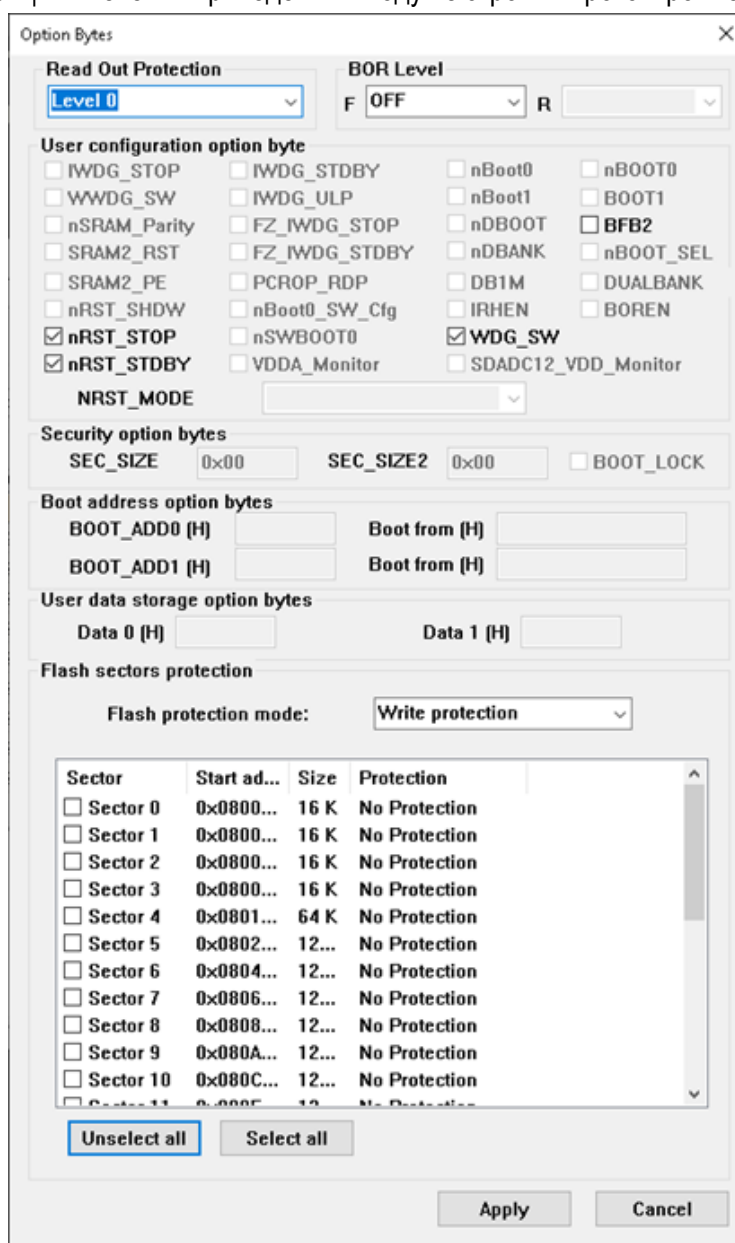

Рисунок 24
3.3.3 В окне программы зайдите в меню «Target > Option Byte» и выберите там настройку «Level 0» (рисунок 24), затем нажмите «Apply».